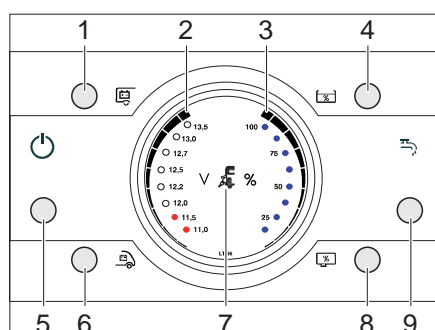

Bild 171 Panel LT 96
230 V-kontrollampan (Bild 171,7) lyser när nätspänningen ligger på el-blockets ingång.
Med huvudbrytaren 12 V (Bild 171,1) kopplas panelen och bodelens 12 V-försörjning till eller från.
- Tryck kort på huvudbrytaren 12 V (Bild 171,1).
Med knapparna bodelsbatteri (Bild 171,1 och startbatteri (Bild 171,6) visas batteriernas laddningsstatus.
- Tryck på knappen bodelsbatteri (Bild 171,1).
- Batteriladdningen visas (Bild 171,2).
- Tryck på knappen startbatteri (Bild 171,6).
Med knapparna nivå vattentank (Bild 171,4) och nivå avloppstank (Bild 171,8) kan vattennivån och avloppsvattennivån visas.
- Tryck på knappen nivå vattentank (Bild 171,4).
- Vattentankens nivå visas (Bild 171,3).
- Tryck på knappen nivå avloppstank (Bild 171,8).
- Avloppstankens nivå visas (Bild 171,3).
Med knappen vattenpump PÅ / AV (Bild 171,9) kan man aktivera och avaktivera vattenpumpen. Den egentliga tillkopplingen av vattenpumpen görs genom att man öppnar en vattenkran när vattenpumpen är aktiverad. Är vattenpumpen avaktiverad förblir vattenpumpen frånkopplad även när en vattenkran öppnas.
- Tryck kort på knappen vattenpump PÅ / AV (Bild 171,9).
LED "11,0 V" i indikeringen (Bild 171,2) blinkar när batteriets spänning (mätning under pågående drift) sjunker under 11 V och det finns risk för en djupurladdning.